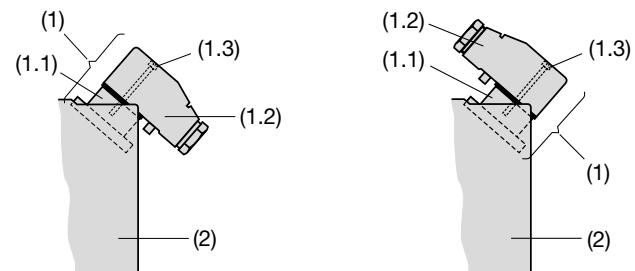

Fig. 1. Partie arrière (2) avec raccord à fiche (1).
La **connexion enfichable** (1) se compose d'un prise (1.1), fixée sur la partie arrière (2) du convertisseur de mesure et d'une fiche mobile (1.2) pour le câble de connexion comprenant un raccord PG 11 et 7 bornes à vis pour des sections de fils de max. 1 mm². La prise peut être montée pour que le câble de la fiche sorte vers l'arrière (Fig. 1, à gauche) ou vers l'avant (Fig. 1, à droite).